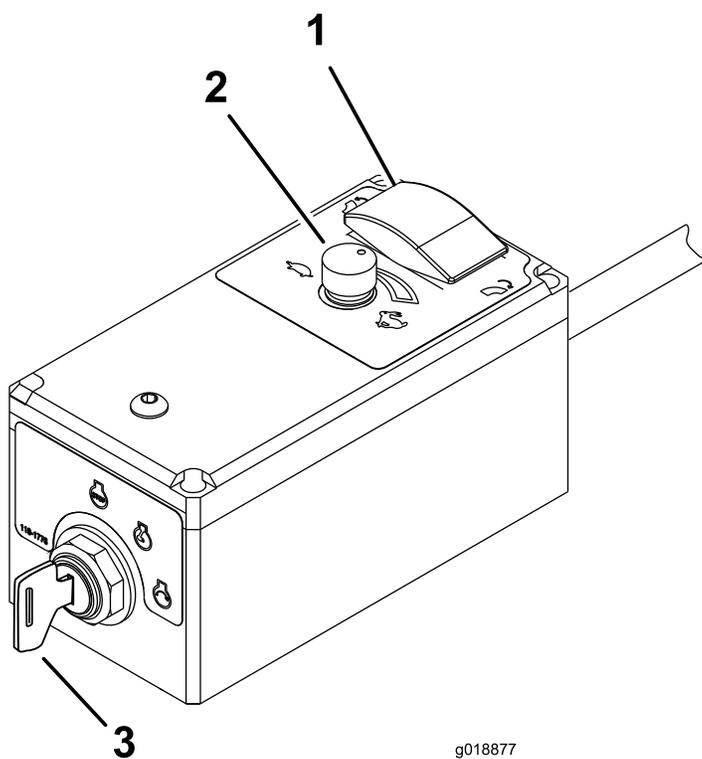

図 10
3. キーを右に回してSTART位置にするとスタータモータが作動してエンジンが始動します。始動したらキーから手を放してください 図 10。
3. 機械から離れる場合には、キーをOFF位置に回してエンジンスイッチから抜き取る 図 10